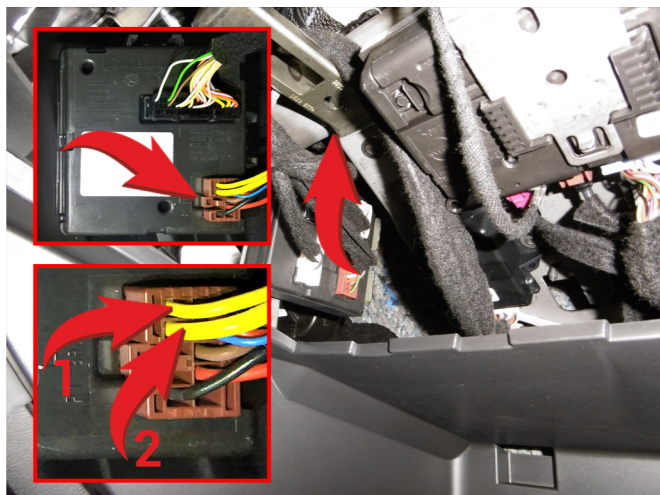
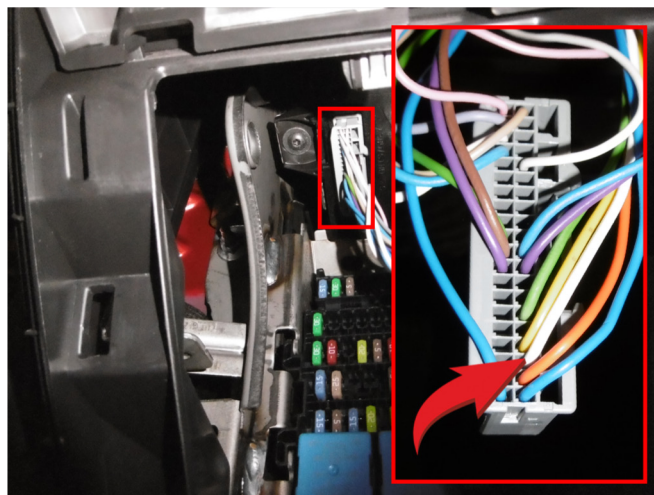

Рис.1 Подключение к цепям автозапуска
Рис.2 Подключение Стартера (-) (белый провод)
2. Осуществите подключение цепей автозапуска, используя провода выделенные на рисунке №3. Подключение производится в коричневом разъеме блока SmartKey за перчаточным ящиком (см. рис. 1) и в сером разъеме блока BCM (см. рис. 2). Для подключения силовых цепей используйте релейный модуль.